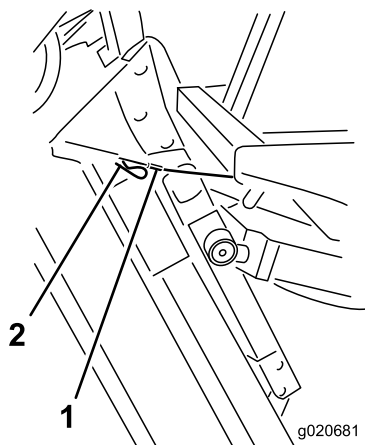

Figure 99
6. Tout en maintenant le plateau à la verticale, placez l'extrémité du câble sur l'axe du bras de levage et fixez-le en position à l'aide de la goupille fendue (Figure 99).